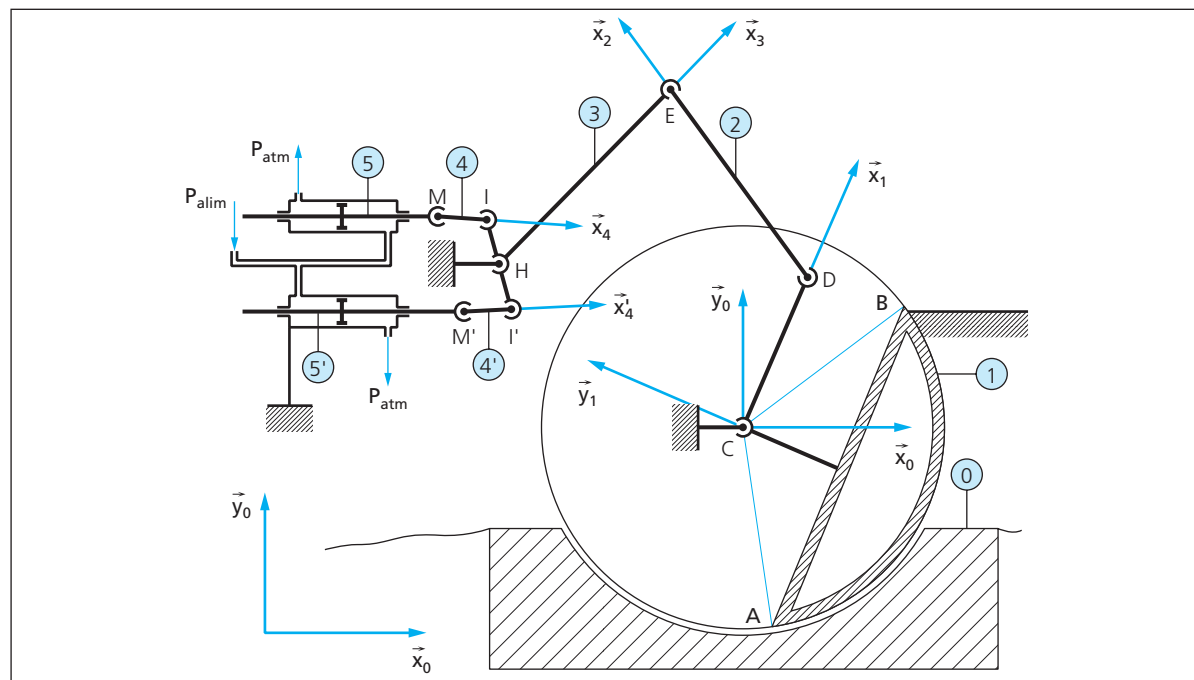

Figure E19
La figure E19 représente la structure qui permet de constituer un barrage mobile sur la Tamise afin de protéger la ville de Londres des fortes marées.
- La porte ① a un mouvement de rotation autour de l'axe $C\vec{Z}_0$.
- Deux vérins ⑤ et ⑤', l'un travaillant en tirant, l'autre en poussant, communiquent son mouvement à la porte par l'intermédiaire des bielles ④ et ④', du levier de renvoi ③, et de la bielle ② qui agit sur la porte.
- Le mouvement de ② par rapport à ① est une rotation d'axe $D\vec{Z}$.
- Le mouvement de ③ par rapport à ② est une rotation d'axe $E\vec{Z}$.
- Le mouvement de ③ par rapport à ① est une rotation d'axe $H\vec{Z}$.
- Le mouvement de ④ par rapport à ③ est une rotation d'axe $I\vec{Z}$.
- Le mouvement de ④ par rapport à ⑤ est une rotation d'axe $M\vec{Z}$.
- Le mouvement de ⑤ par rapport à ① est une translation rectiligne de direction \vec{x}_0 .
- La figure E19 proposée est à l'échelle et on donne : $\{\vec{V}_{5/0}\} = \left\{ \begin{array}{c} \vec{0} \\ 5.10^{-3} \text{ m/s } \vec{x}_0 \end{array} \right\}_M$